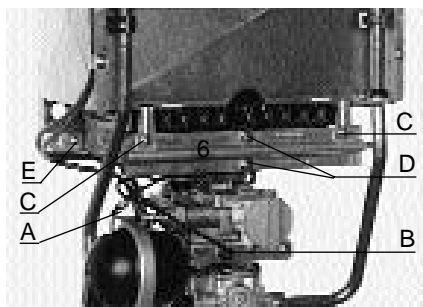

Fig. 6
- Dévissez les quatre vis "20" soulever la façade pour la dégager (fig.6).